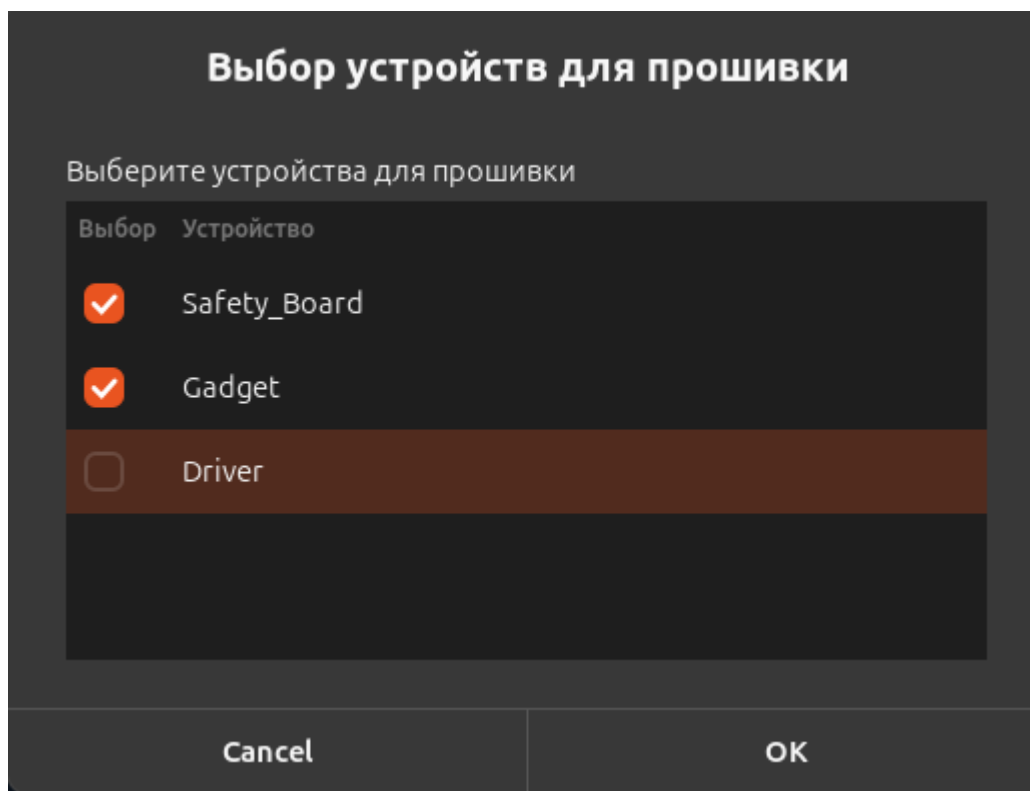

Рисунок II-73 – Диалоговое окно для выбора устройства для прошивки
1) выберите «Обновление прошивки» и нажмите «ОК». Отобразится диалоговое окно для выбора устройства для прошивки (см. Рисунок II-73);